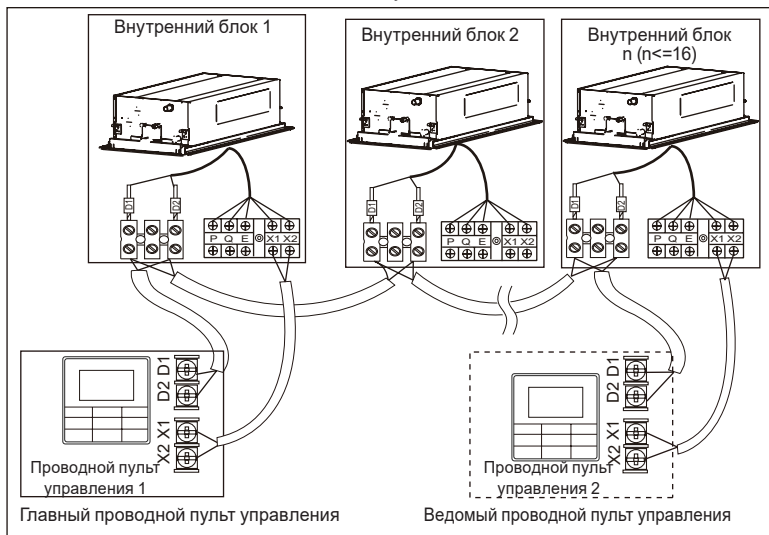

Рисунок 6.8
- ♦ Используйте один проводной пульт управления для управления несколькими внутренними блоками или два проводных пульта управления (один главный и один ведомый пульт) для управления несколькими внутренними блоками (см. рисунок 6.8).